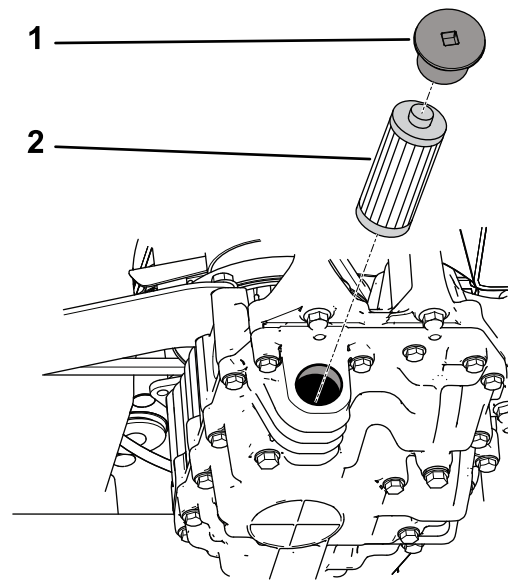

Figura 71
5. Retire el tapón del filtro, y retire el filtro de la transmisión (Figura 71).